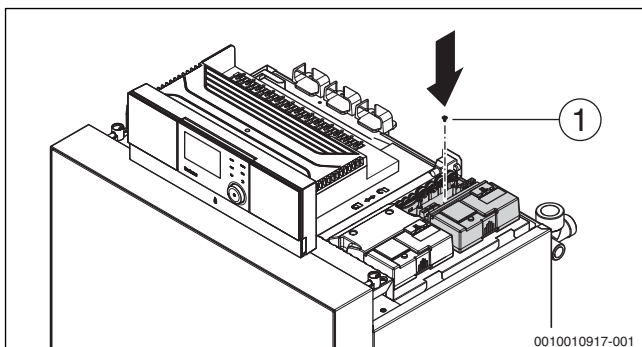

Bild 30 Funktionsmodul verschrauben
- ▶ Funktionsmodul mit Modulträger verschrauben (→Bild 30).